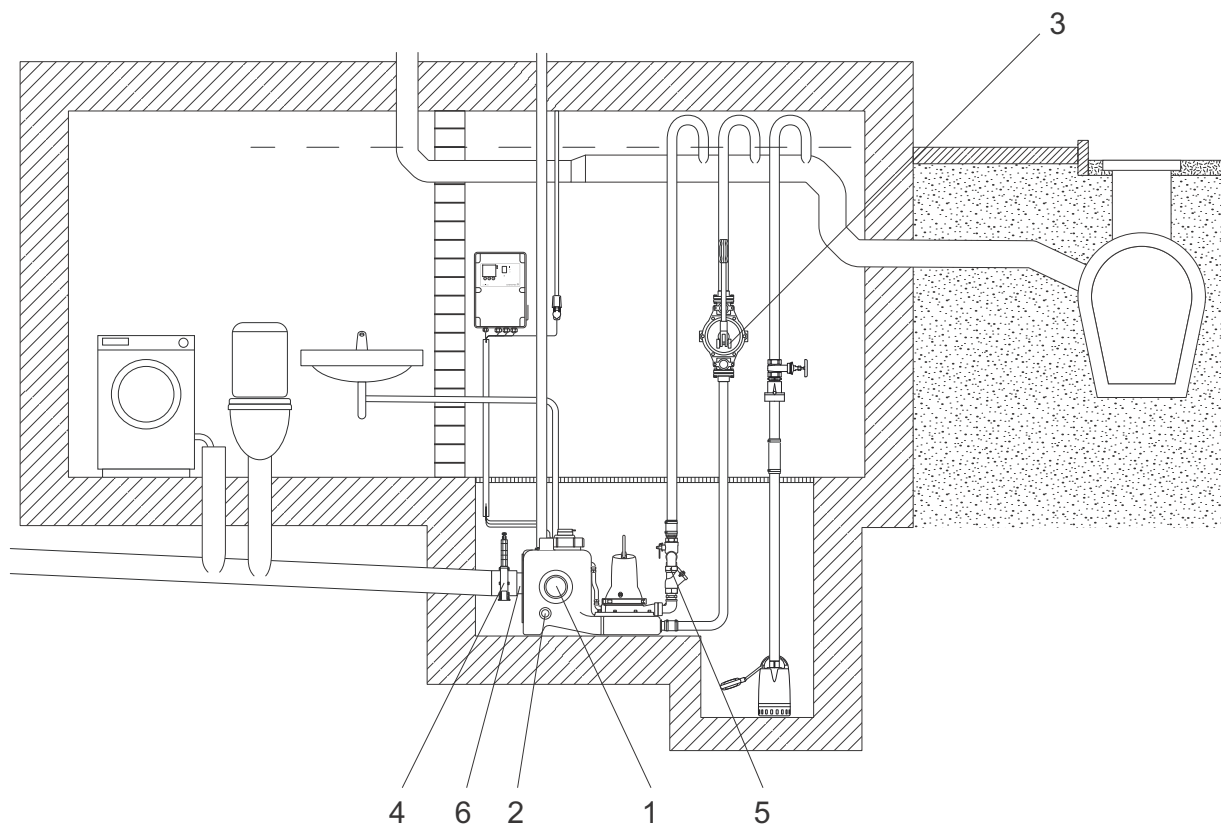

Рис. 18 Креслення установки
- Забезпечити яму нижче рівня підлоги. Якщо насосна станція встановлена в підвалі з ризиком проникнення ґрунтової води, бажано (в деяких країнах обов'язково) встановити дренажний насос в окремій водовідливній ямі нижче рівня підлоги для того, щоб осушити кімнату. Див. рис. 18.
- Всі вихідні труби з насосних станцій, мембранного насосу і зливного насоса повинні мати цикл вище місцевого рівня затоплення. Найвища точка вигину / зворотнього гідравлічного затвору повинна бути вище рівня вулиці. Див. рис. 18.